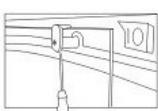

Рис.7
4.2.7 Окончательно отрегулируйте положение дверей 30 на фронтальной стенке с помощью регулировочных винтов на роликах (рис.7).
Пожалуйста, не прилагайте усилия при открывании – закрывании дверей во избежание повреждения кабины. В случае возникновения затруднений необходимо смазать верхний и нижний направляющий профили силиконовой смазкой и отрегулируйте верхние ролики (рис. 7).